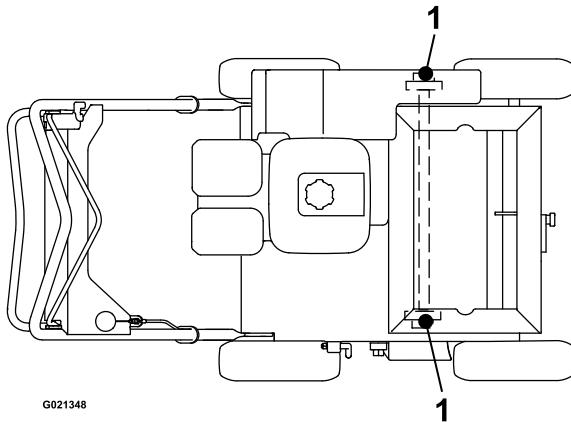

Bild 16
- Schmieren Sie die Schmiernippel (Bild 16) mit 1 oder 2 Pumpstößen Mehrzweckfett in der NLGI-Güte Nr. 2.